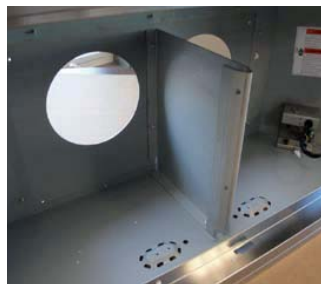

FIGURE 9
3. Fixez la parenthèse de ventilateur à l'intérieur de la hotte avec 2 vis sur le dessus de la hotte et 2 à l'arrière, le tout fourni avec la trousse du ventilateur (Figure 9).